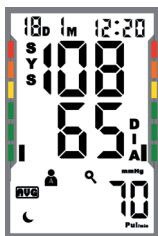

Abb. 8c
- Durch erneutes Drücken der Taste „On/Off START“ können Sie sich die Durchschnittswerte bei Nachmittag/Abend-Messungen anzeigen lassen. Im Display wird dies durch einen kleinen Mond angezeigt. (s. Abb. 8c).